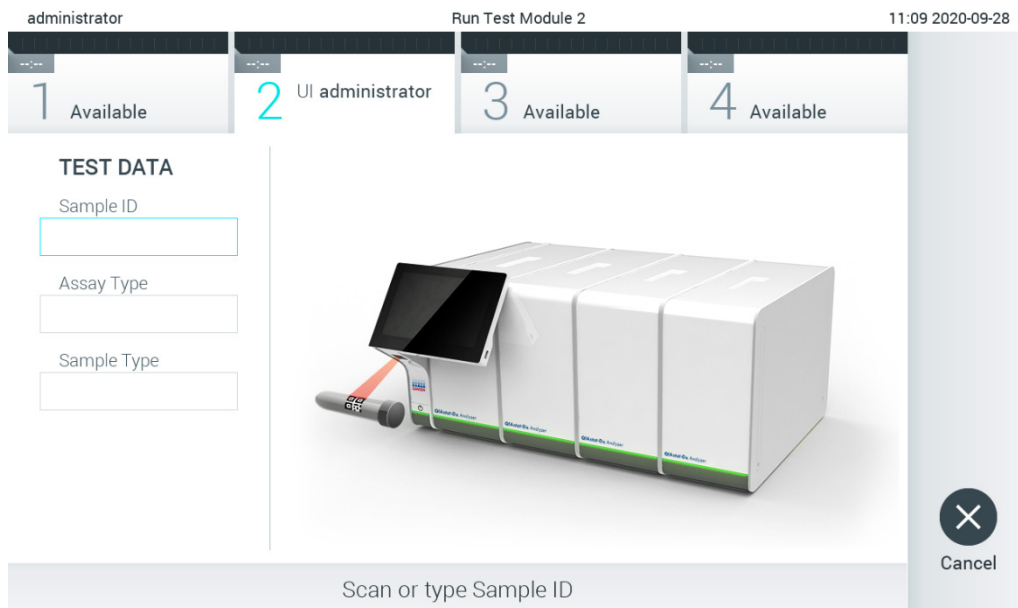

Bild 82. Skanna streckkoden med prov-ID
2. Skanna provets ID-streckkod med hjälp av streckodsläsaren som är integrerad i driftsenheten när du uppmanas till det (bild 82).